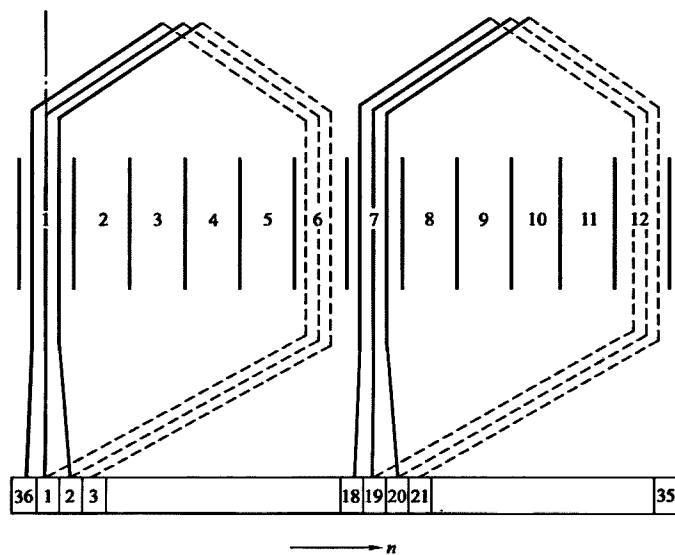

图 5-8 U30/40-220 型转子绕组展开图
2. U30/40-220 型转子绕组展开图 (见图 5-8)